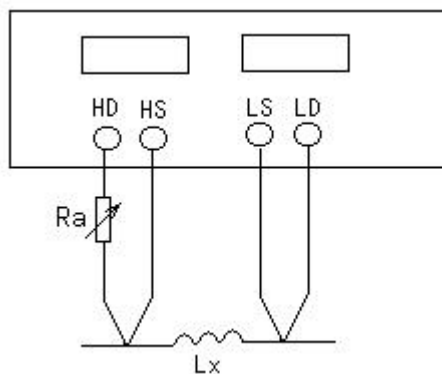

图 5-5 信号源内阻调节示意图
2. 使用上图 5-5 所示的方法用户可自行调整信号源内阻以满足测试电流的要求，以达到不同仪器测试结果一致性。上图中调节电位器 Ra 使显示电流为需要值，此时可将 Ra 更换为一固定电阻。此方法可调节不同仪器测量的一致性。